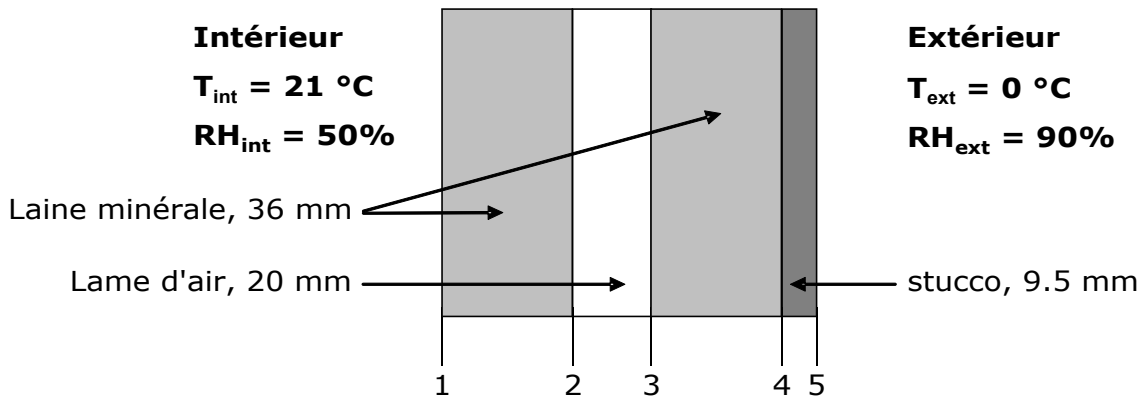

Figure 4 : coupe dans un mur composite
La Figure 4 représente une coupe à travers un mur composite. Les dimensions et matériaux sont donnés dans la figure. À l'intérieur du bâtiment, la température est de 21 °C et l'humidité relative est de 50%. À l'extérieur, la température est de 0°C et l'humidité relative est de 90%.
- 3.2.** Calculer le profil de température et de pression de vapeur aux dans le mur (donnez les valeurs aux interfaces 1 à 6 représentées à la Figure 4. Y a-t-il condensation dans le mur, et si oui, dans quelle couche ? **(2 pt)**